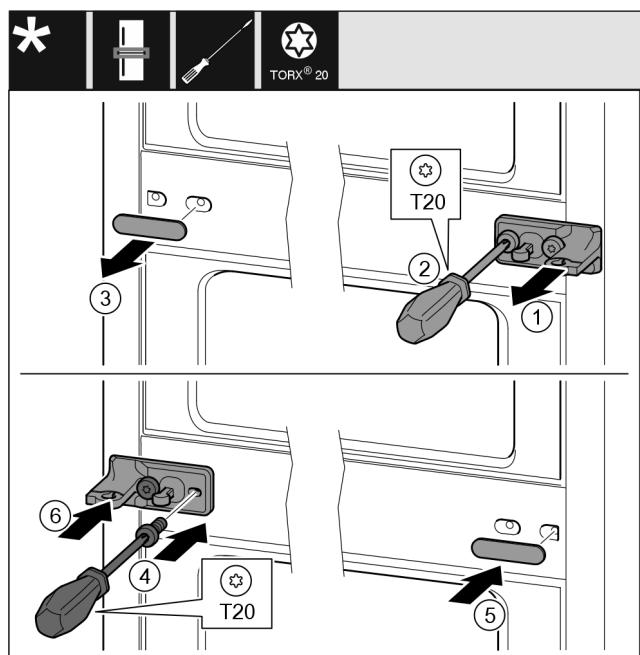

Fig. 36
- Scheibe Fig. 36 (1) abziehen.
- Schrauben Fig. 36 (2) mit Schraubendreher herausdrehen.
- Abdeckung Fig. 36 (3) vorsichtig abziehen.
- Lagerbock mit Folie Fig. 36 (4) um 180° gedreht auf der anderen Seite fest anschrauben.
- Abdeckung Fig. 36 (5) um 180° gedreht auf der anderen Seite anbringen.
- Scheibe Fig. 36 (6) von vorn aufschieben.